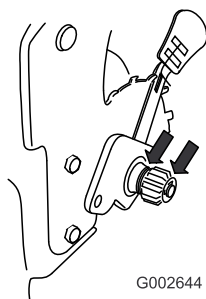

Bild 39
2. Tragen Sie Schmieröl auf die Innen- und Aussenseiten des Getriebes auf, wie in Bild 39 gezeigt.